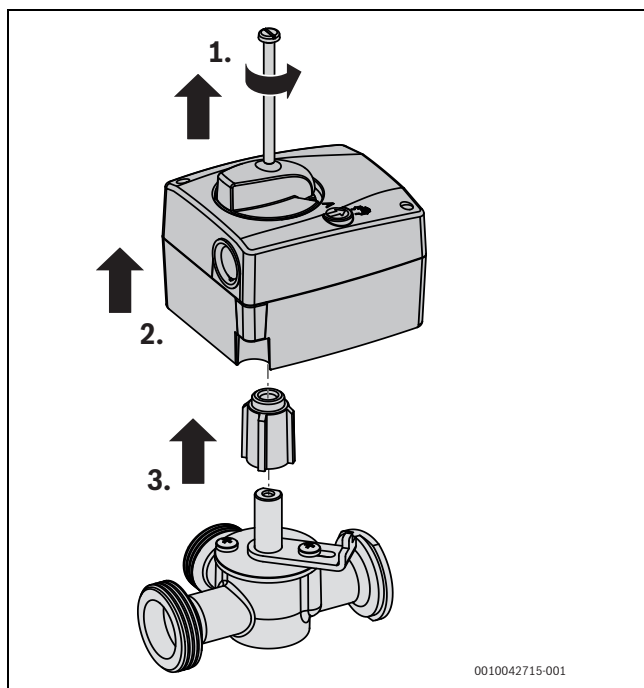

Fig. 34 Retirer le servomoteur de vanne mélangeuse
- Retirer la vis de l'interrupteur rotatif et enlever le moteur avec la douille d'entraînement (→ fig. 34).